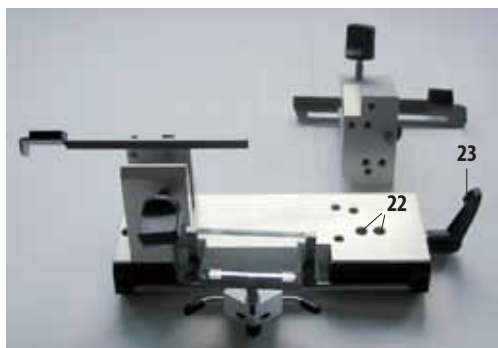

Fig. 11
2. Slăbiți maneta (23, Fig. 11) de pe partea dreaptă a suportului pentru cuțit și selectați o setare a unghiului de la "0" (marcatorul index (25) trebuie să fie în conformitate cu figura "0"). Strângeți maneta la loc (23, Fig. 11). Dacă rezultatele secționare nu sunt satisfăcătoare, crește setarea în pași de 1°, până când se obține rezultatul dorit al unghiului.
În primul rând, reglați un unghi "0". Pentru a face acest lucru, slăbiți maneta (23, consultați Fig. 11) și aduceți marcajul de index (26), în linie cu cifra "0" pe scala unghiului (27). Strângeți maneta la loc (23). Dacă rezultatele de secționare obținute nu sunt satisfăcătoare, creșteți ușor unghiul în trepte de 1°, până când se obține calitatea dorită a secționării.